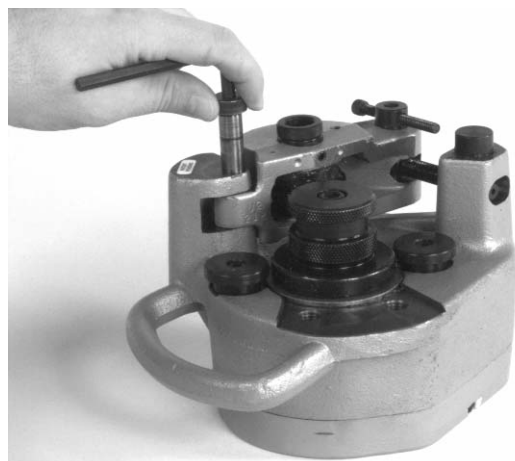

Figure 14 – Retrait de la vis de fixation
2. A l'aide d'une clé Allen de $\frac{1}{4}$ po, retirez la vis de fixation de la barre d'appui (Figure 14).